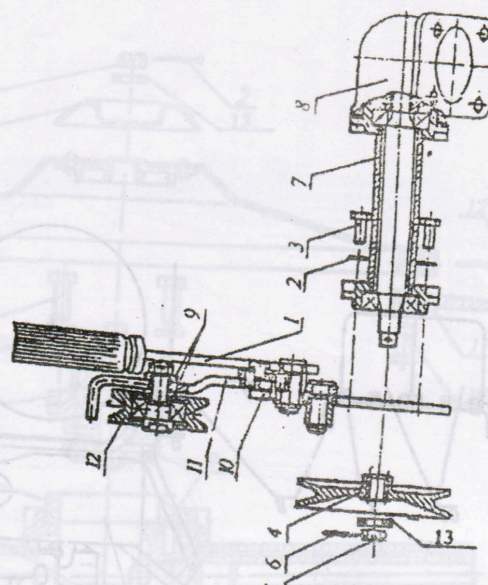

Рис. 4. Натяжное устройство
5.3. Для работы с мотоблоком "GROSSER" косилка комплектуется натяжным устройством (Рис.4), которое монтируется на косилке.